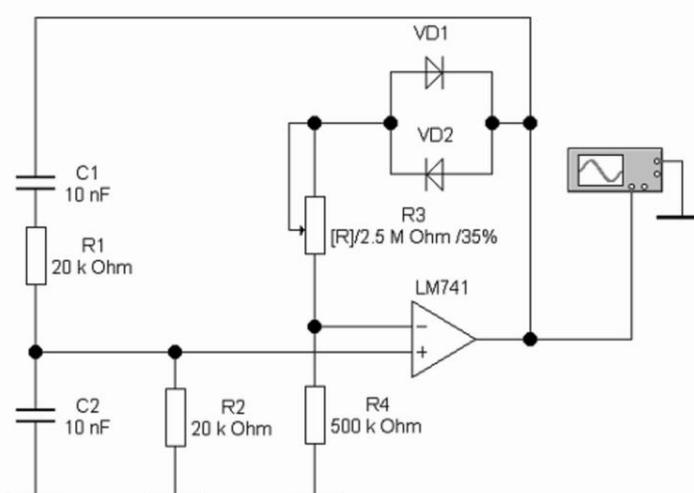

Рис. 3 – схема для исследования автогенератора на ОУ с мостом Вина
11. Установить маркеры 1 и 2 (синий и красный) так, как показано на рис.3, добиваясь, чтобы разность VA2-VA1 была как можно ближе к нулю.
13. Собрать схему автогенератора, изображенную на рис. 3
20. Установить визирные линии 1 и 2 (синяя и красная) так, как показано на рис.3, добиваясь, чтобы разность $V_{A2}-V_{A1}$ была как можно ближе к нулю.